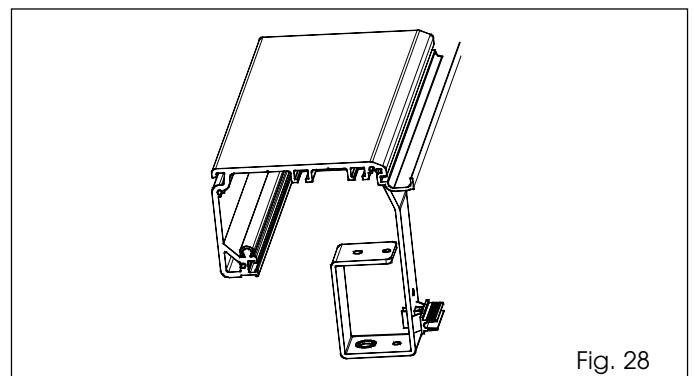

Fig. 28
- Zet de draagbeugel van de interne ontgrendelknop vast aan het andere uiteinde van de dwarsbalk (aan de kant van de motorgroep) - neem hiervoor de maten in aanmerking van de figuren 4, 5 en 6 en zie fig. 28. De draagbeugel van de interne ontgrendelknop moet altijd worden gemonteerd, ook als de motorvergrendeling niet wordt gebruikt.